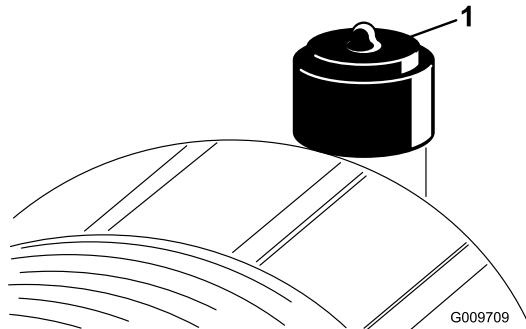

Figura 53
Faça a manutenção ao filtro de ar apenas quando o indicador de manutenção (Figura 53) o exigir. Mudar o filtro de ar antes de ser necessário apenas aumenta a possibilidade de entrar sujidade no motor quando se retira o filtro.
6. Reinicie o indicador (Figura 53) se este se apresentar vermelho.